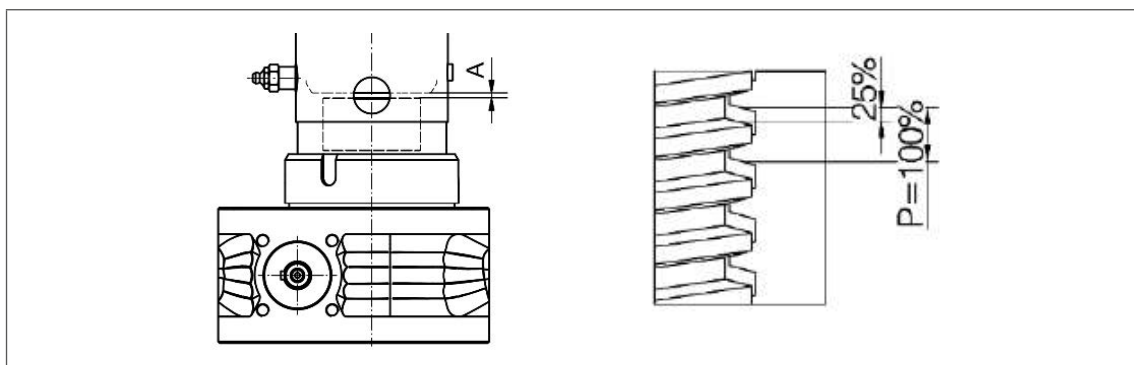

Fig. 16: Tuerca de seguridad SIFA: Medida „A“ para comparación durante la prueba de desgaste
3. Si está instalada una tuerca de seguridad SIFA. Mida la cota „A“ y anótela (véase la fig. 16). Esta dimensión sirve como una medida inicial con la que comparar el estado tras un período de funcionamiento y es necesaria para poder evaluar posteriormente el desgaste (véase el capítulo 7.1.1., página 28).